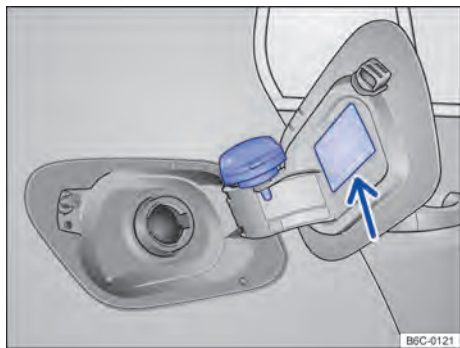

Fig. 157 Portezuela del depósito de combustible abierta con el tapón de cierre del depósito de combustible colgado.
- Retirar la tapa del depósito girándola en sentido antihorario y encajarla en el soporte de la portezuela del depósito → fig. 157.